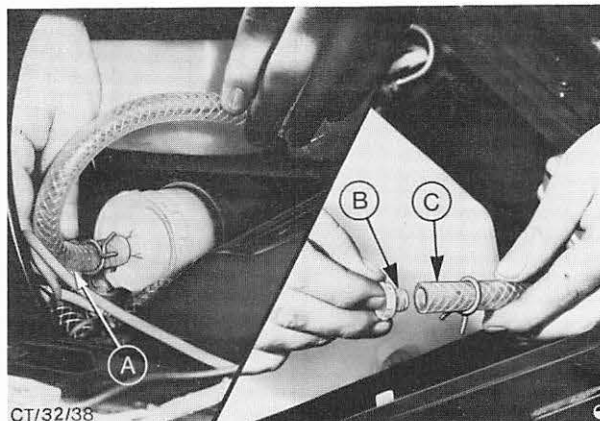

Abb. 26 A = Abziehen des Schlauches (zur Verdeutlichung durch Scheinwerferöffnung gesehen)
5. Dicken Schlauch zwischen Vorratsbehälter und Scheinwerfer-Waschpumpe von der Pumpe abziehen und mit Stopfen verschließen. Dazu eignet sich ein Bremsleitungs-Stopfen. Abb. 26.